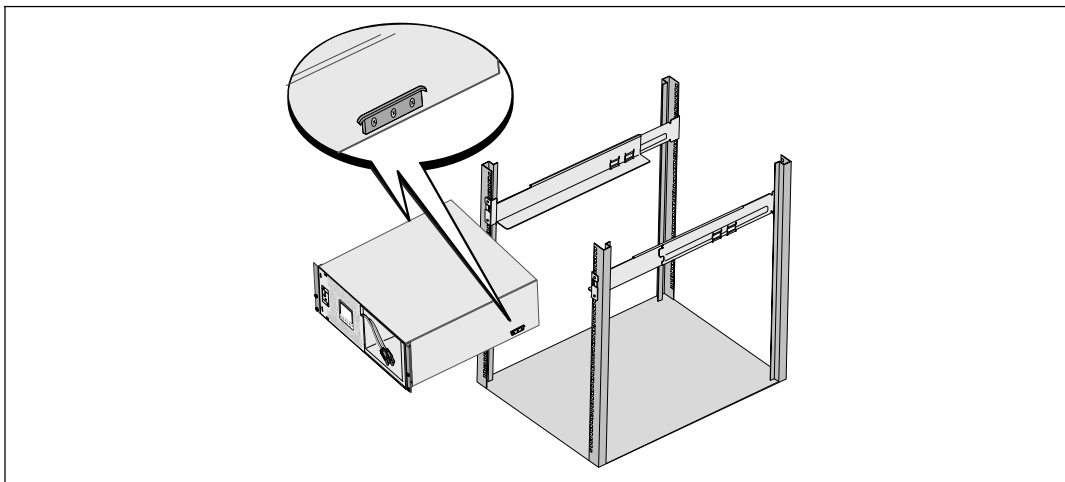

Figure 13. Installation du Module
- 6 Faites glisser le module dans la baie (voir Figure 13). Répétez la procédure pour des modules supplémentaires.